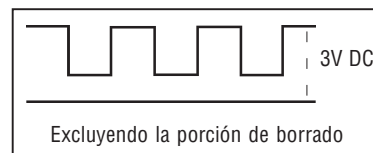

Fig. 1
3. Confirmar que el contraste varía a través del SUBCONTRASTE (DAC: B3) para obtener una forma de onda de $3.0V_{p-p}$ en el Osciloscopio (TP2). (Fig. 1)